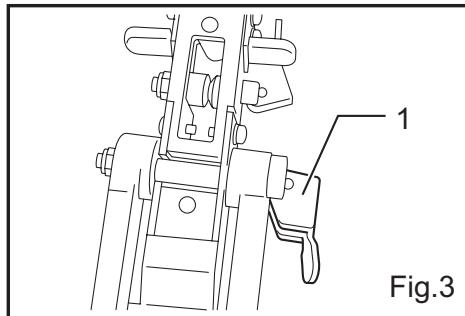

Fig.3
3. Une fois que la broche du levier de verrouillage est placée dans l'encoche du protecteur de lame, on doit procéder au verrouillage en appuyant sur la languette du levier de verrouillage de la broche, comme illustré dans la figure 3.